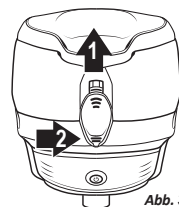

Abb. 3.2
2. Schieben Sie den Verschluss mit einer Hand nach oben und drücken Sie mit der anderen den Gehäuse-Riegel ein (Abb. 3.2)